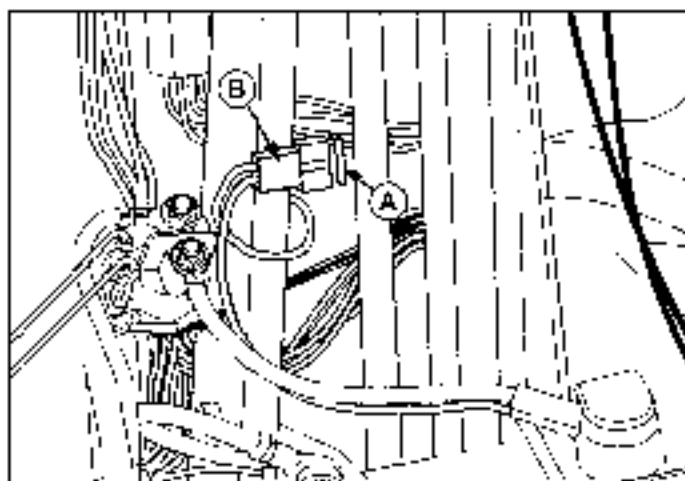
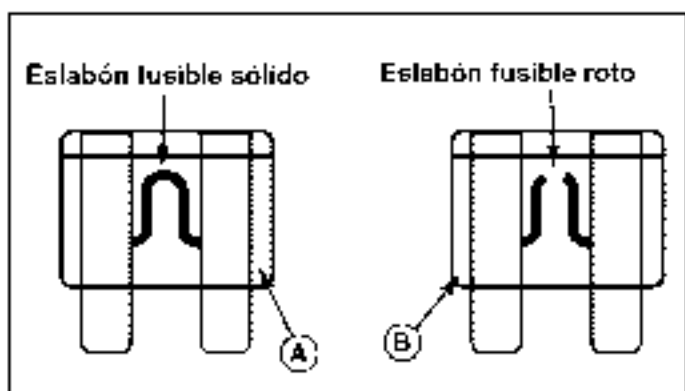

Figura 23. Fusible
Figura 24. Fusible tipo cuchilla
1. Abra el capó y ubique el portafusibles (B) Figura 23) y el fusible (A) conectados a la torre de dirección.
2. Sustenga el portafusibles (B) y saque el fusible (A).
3. Compruebe que el fusible no tenga un eslabón fusible roto (vea la Figura 24). Reemplace el fusible si la conexión está rota. Si no está seguro de si el eslabón fusible está roto, reemplace el fusible.
4. Sustenga el eslabón fusible (B) e inserte el fusible nuevo (A) hasta que se ajuste correctamente.